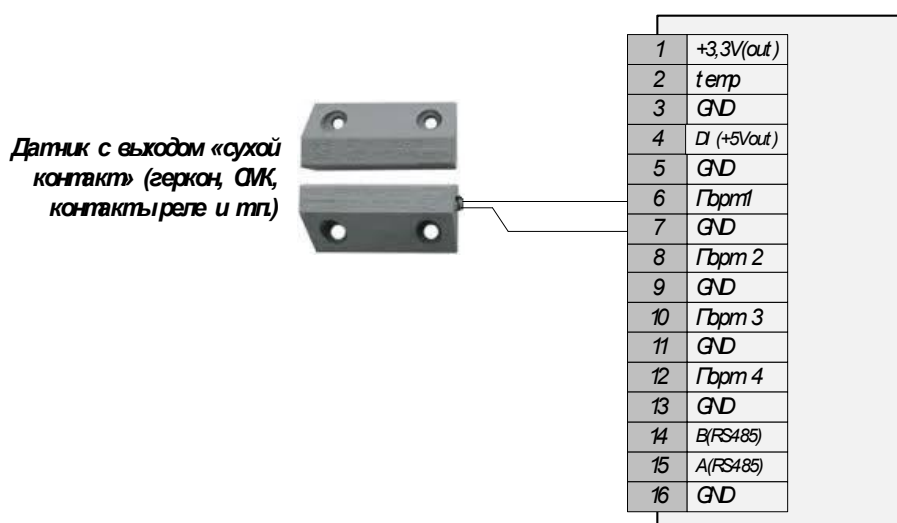

Рис.5.1. Подключение геркона на дискретный вход (пример для порта №1)
5.1. Любой универсальный порт прибора можно сконфигурировать как дискретный вход. Вход предназначен для подключения датчика с выходом типа «сухой контакт» (рис.5.1). Поддерживаются как нормально-замкнутые, так и нормально-разомкнутые датчики.